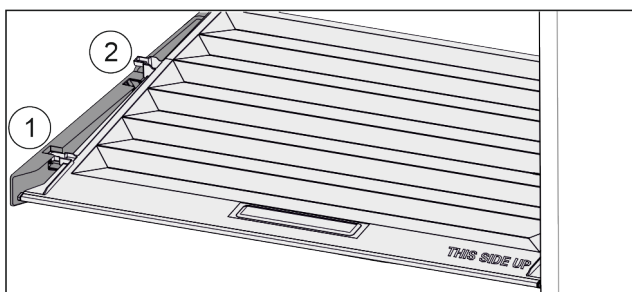

Fig. 48
- ▶ Vytáhněte víko dopředu až k otvoru v přídržných dílech Fig. 48 (1).
- ▶ Vzadu zespolu nadzvedněte a vyjměte směrem nahoru Fig. 48 (2).